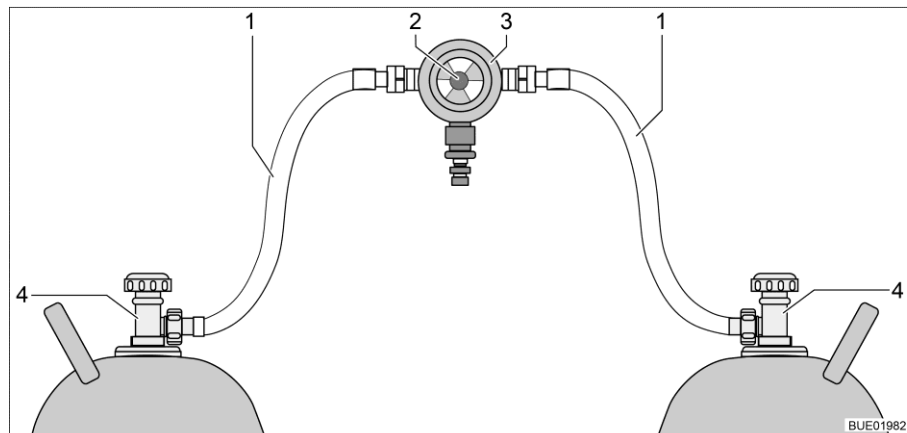
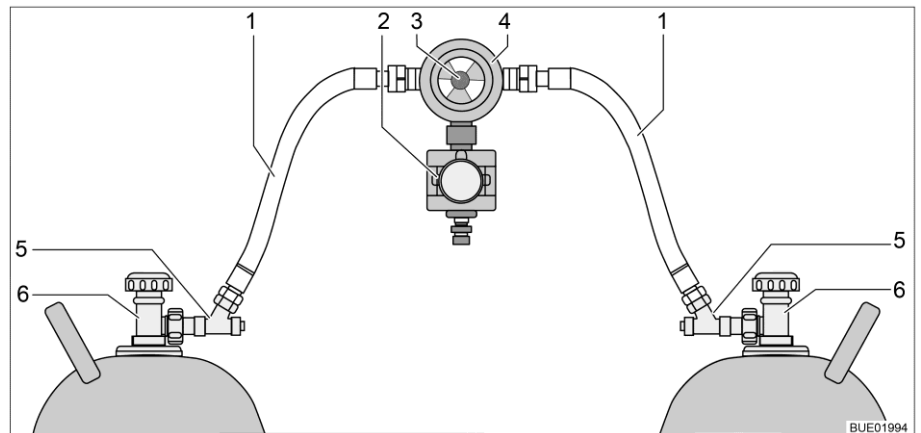

Fig. 170 Dispositif de commutation entre bouteilles de gaz
Fig. 171 Dispositif de commutation entre bouteilles de gaz avec CPU
Le dispositif de commutation entre bouteilles de gaz se compose d'un régulateur de pression du gaz combiné à une valve de commutation et indicateur (Fig. 170,3). Le dispositif de commutation entre bouteilles de gaz est monté entre les deux lyres (Fig. 170,1).
Le dispositif de commutation entre bouteilles de gaz se compose d'un régulateur de pression du gaz combiné à une valve de commutation et indicateur (Fig. 171,4) et d'une électrovanne (Fig. 171,2). L'électrovanne bloque l'arrivée du gaz au véhicule en cas de freinage brusque, d'accident ou de pente inhabituellement forte. Le dispositif de commutation entre bouteilles de gaz est monté entre les deux lyres (Fig. 171,1) avec des sécurités de rupture de tuyau (Fig. 171,5).
Le bouton rotatif (Fig. 170,2 ou Fig. 171,3), situé sur le dispositif de commutation entre bouteilles de gaz permet de définir laquelle des bouteilles de gaz est celle de service et laquelle est celle de réserve.
Seules les fonctions électriques peuvent être activées sur l'unité de commande (Fig. 172). Les robinets principaux des bouteilles de gaz (Fig. 170,4 et Fig. 171,6) doivent être ouverts ou fermés manuellement.
- Ouvrir les robinets principaux des bouteilles de gaz (Fig. 170,4 ou Fig. 171,6).
- Appuyer sur les sécurités de rupture de tuyau (Fig. 171,5) l'une après l'autre pendant 10 secondes.
- Choisir la bouteille de gaz avec le bouton rotatif (Fig. 170,2 ou Fig. 171,3) du dispositif de commutation à partir de laquelle le gaz doit être utilisé prioritairement (bouteille de service).
- Fermer les robinets principaux des bouteilles de gaz (Fig. 170,4 ou Fig. 171,6).